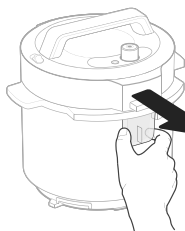

Abbildung 10.5
- 1. Entfernen Sie den Kondenswassersammelbehälter, indem Sie beide Seiten mit Daumen und Zeigefinger greifen und vom Schnellkochtopf wegziehen. **[Abbildung 10.5]**